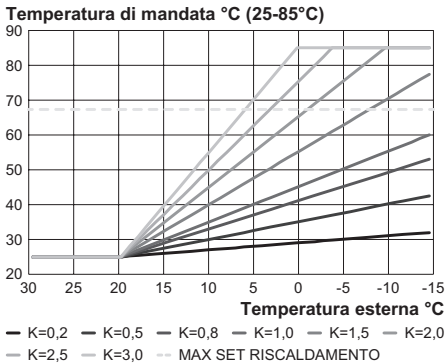
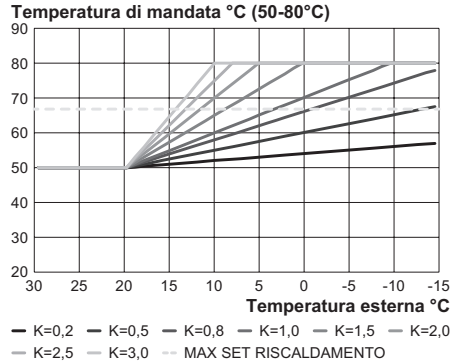
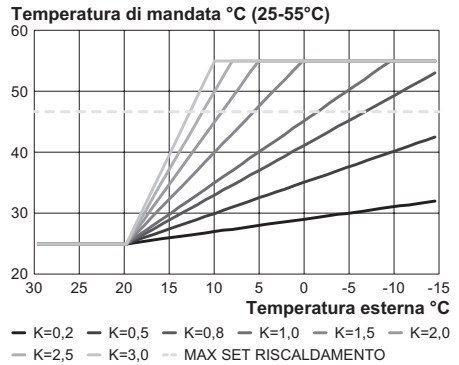

Figura 5.39
Figura 5.40
Figura 5.41
- Utilizzando il tasto (∨) o (∧) è possibile selezionare la curva desiderata in funzione del set temperatura riscaldamento selezionato; **25-85°C** (preimpostata di fabbrica) (Figura 5.39), **50-80°C** (Figura 5.40) o **25-55°C** (Figura 5.41). Vedere anche "Selezione del set temperatura riscaldamento" a pag. 54. È inoltre possibile modificare la temperatura massima riscaldamento (linea tratteggiata) operando come descritto al capitolo "Selezione della temperatura massima riscaldamento" a pag. 52.